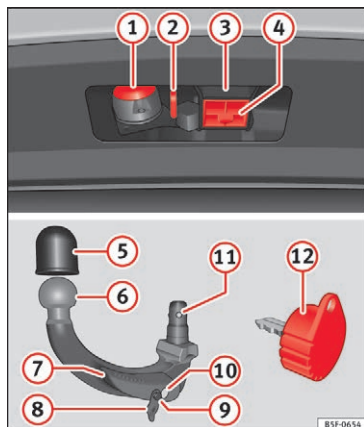

Fig. 225 Holder til anhængertræk/aftageligt kuglehoved/nøgle
Forklaring til »» Fig. 225
- Tag afdækningen til holderen til krogen ④ »» Fig. 225 nedad og af.